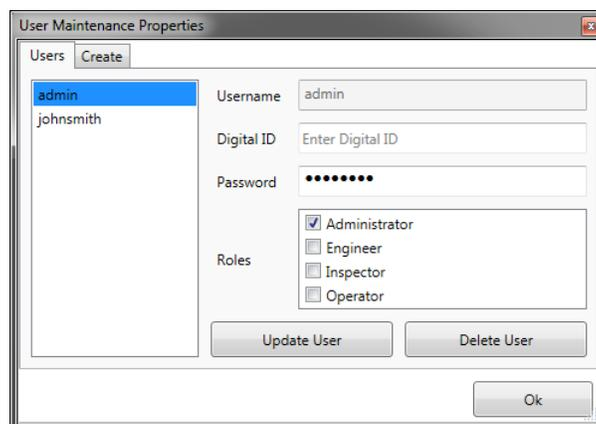

Figure 3.1 Fenêtre Propriétés d'administration des utilisateurs
Vous définissez des niveaux de permission dans Weld Sequencer en assignant un rôle d'utilisateur (Figure 3.1 sur la page 3.1) au compte de l'utilisateur. Ces permissions permettent (ou ne permettent pas) aux utilisateurs d'accéder à certaines fonctions du logiciel. Actuellement, les actions suivantes sont limitées par le rôle de l'utilisateur :
4. Cliquez sur Administration des utilisateurs dans la barre d'outils supérieure.	La fenêtre Propriétés d'administration des utilisateurs s'ouvre (Figure 3.1 sur la page 3.1).
Pour mettre à jour un compte d'utilisateur, sélectionnez simplement le compte sur l'onglet **Utilisateurs**, apportez vos modifications et cliquez sur le bouton **Mettre à jour l'utilisateur**. Vous pouvez cliquer sur le bouton **Supprimer l'utilisateur** pour supprimer un compte d'utilisateur de Weld Sequencer. Voir Figure 3.1 en page 3.1.